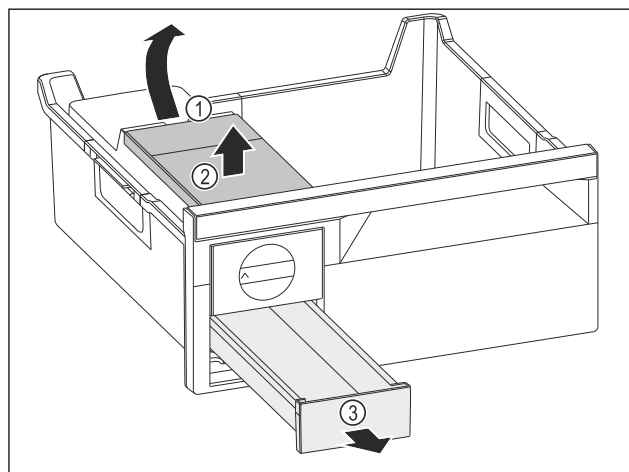

Fig. 116
- ▶ Vyjmutí nádržky na vodu: Zvedněte nádržku na vodu za vybrání Fig. 116 (1).
- ▶ Nádržku na vodu Fig. 116 (2) vyjměte nahoru.
- ▶ Zásuvku na kostky ledu Fig. 116 (3) vyjměte dopředu.